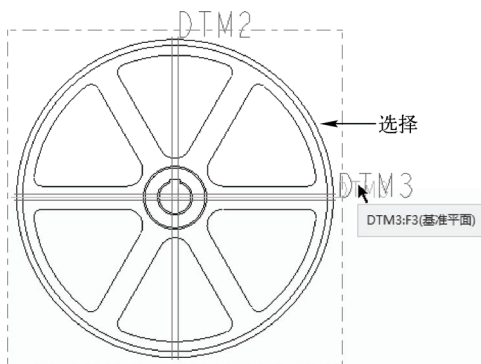

图 14-41 选择“DTM3”平面
STEP 05 单击“接受值”按钮, 弹出“设置平面”菜单管理器, 在绘图区右方的图形上选择“DTM3”平面, 如图 14-41 所示。